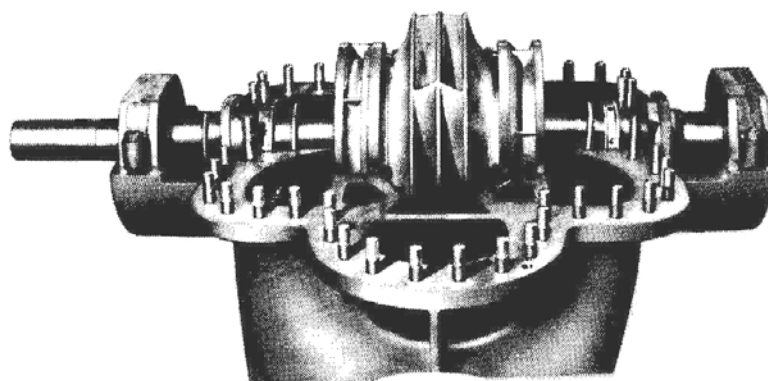
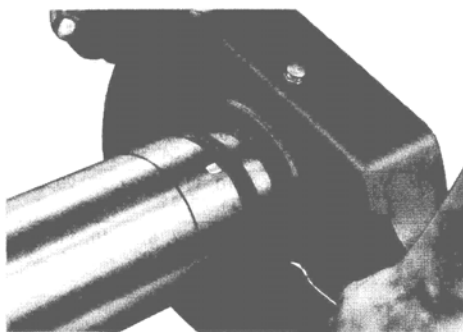

Fig.27 – Bomba com o corpo superior removido, disponível para inspeção
Fig.29 – Extração do anel externo do rolamento de rolos com auxílio de parafusos
Fechar a válvula de sucção (quando houver) e o de recalque. Drenar a bomba retirando-se os bujões (903.3) e (903.1). Fechar a válvula e desconectar as tubulações auxiliares, manômetros e vacuômetros (quando houver). Retirar o protetor de acoplamento (quando houver). Desconectar a luva de acoplamento do acionador. Soltar as porcas (920.4) e liberar os aperta gaxetas (452) dos seus prisioneiros (902.4), deslocando-os na direção dos mancais. Soltar as porcas (920.2), (920.3) e (920.5), (quando houver). Apertar as porcas (920.6) para extrair os dois pinos guias (560.1). Descolar o corpo superior (105.2) do corpo inferior (105.1) apertando-se uniformemente os parafusos extratores (901.1). Recuar os parafusos extratores para não atrapalhar a montagem posteriormente. Passar corda nos dois olhais de içamento do corpo superior e através de uma talha levantá-lo. Com isto o interior da bomba está disponível para inspeção. Vide fig.27.
Passar corda entre os aperta gaxetas, e os corpos de mancais e levantar o conjunto girante para extraí-lo do corpo inferior. Vide fig.27. Cuidar para que o prisioneiro (902.1) não seja danificado e para que a extração se realize sem esforços devido a atrito ou posicionamento torto do conjunto girante. Extrair a luva de acoplamento com o auxílio de um dispositivo sacador, e a chaveta (940.3). Soltar os parafusos (901.2) e a tampa do mancal lado acionamento (360.1). Para bombas com DN 400mm ou acima, estão previstas duas furações com rosca M8 na parte traseira dos corpos de mancais. Mediante o aparafusamento uniforme de dois parafusos relativamente longos nestas roscas, retira-se o anel externo do rolamento de rolo. Vide fig.29. Com o auxílio de um dispositivo sacador extrair o corpo de mancal que nas bombas DN 400mm ou maiores, extrair também o anel interno do rolamento de rolos e o anel distanciador (504). Nas bombas até DN 300mm ao extrair o corpo de mancal, junto extrair-se o rolamento de esferas.